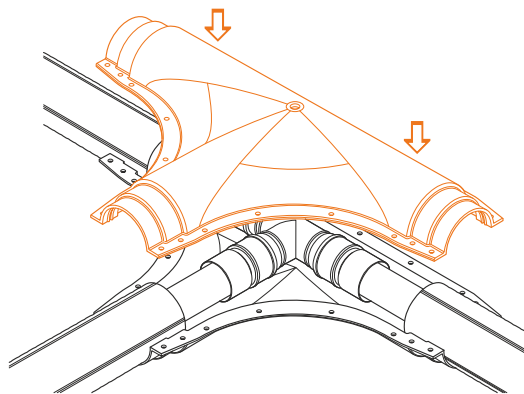

Рис. 4.6.5
- Установить верхнюю половину защитного кожуха; совместить отверстия для болтов на верхней и нижней половинах кожуха (рис. 4.6.5).